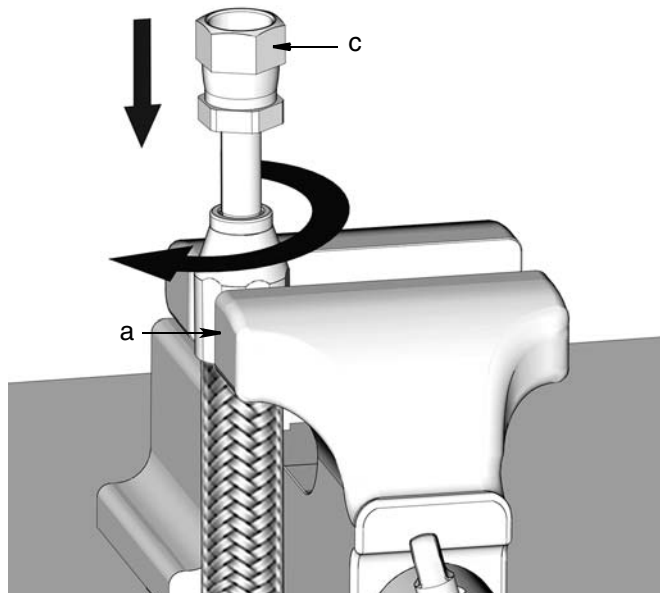

FIG. 61
7. Presione ligeramente el racor (c) en el casquillo (a). Atornillo el racor en sentido horario en el casquillo y la manguera (FIG. 61).